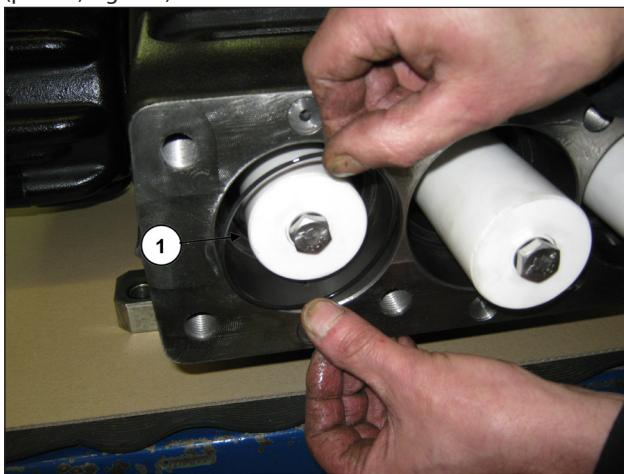

Fig. 116
Insira os anéis circulares no interior do cárter da bomba (pos. ①, Fig. 116).